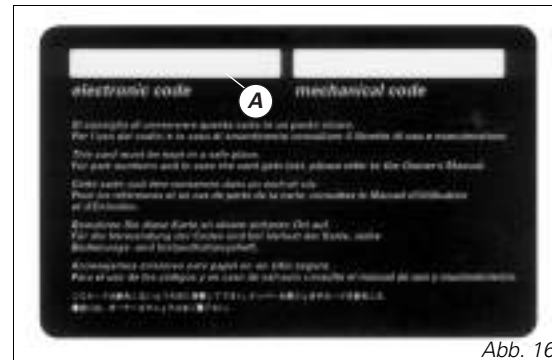

Abb. 16
A) (Abb. 16) der elektronische Code, der im Fall einer Motorblockierung bzw. einer mangelnden Zündung nach einem **Key-ON** zu verwenden ist.